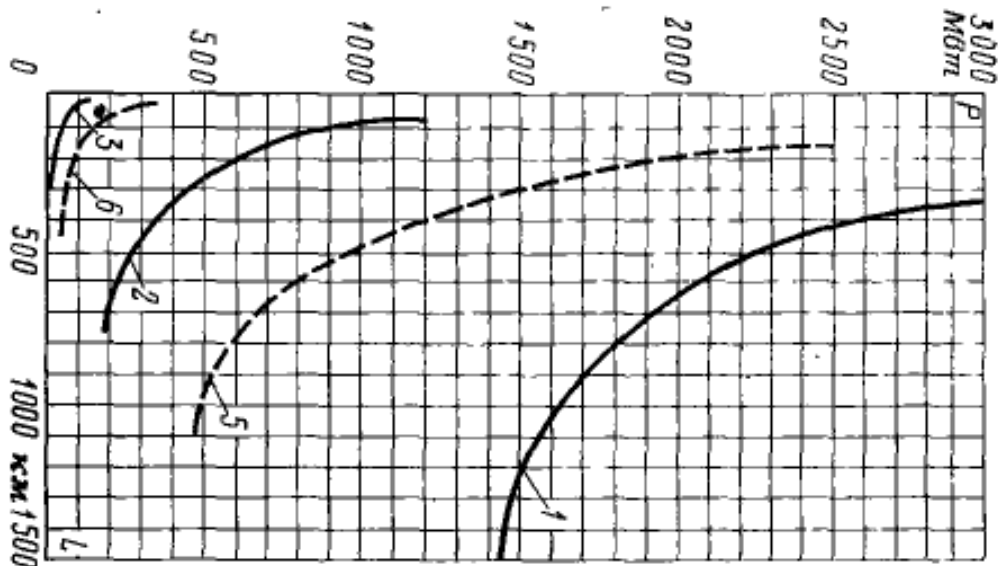

Рисунок 5 – Исходный рисунок для решения задачи №3
4. Используя экранные ножницы, вырезать рисунок 5 и вставить на рабочий лист, ориентируя вертикально. Накладывая фигуры поверх рисунка, вычертите диаграмму средствами Visio. Пунктирные линии задавать через параметры фигуры.